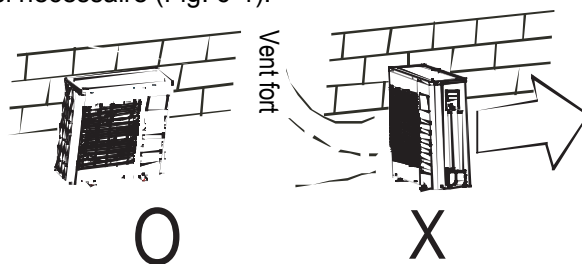

Fig.6-1
- Dans les endroits près de la côte où le vent peut être fort, installez l'unité externe contre le mur pour assurer le bon fonctionnement: utilisez un écran si nécessaire (Fig. 6-1).